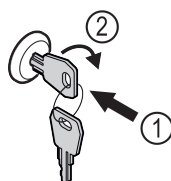

Fig. 160
- ▶ Iespiediet atslēgu Fig. 160 (1).
- ▶ Grieziet atslēgu par 90° pulksteņrādītāja virzienā Fig. 160 (2).